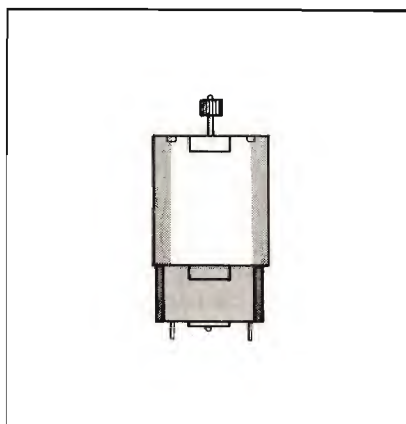

Figura 3. Motori C.C. 12V.
C.C. 12 V., dotato di ingranaggio con passo dei denti identico all'originale, vedi **Figura 3**; motorini rintracciabili con molta facilità nelle fiere per radioamatori.